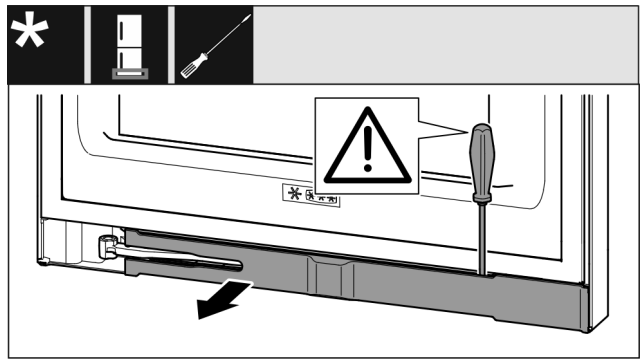

Fig. 17
- ▶ Disinnestare la maschera con un cacciavite a intaglio e ruotarla lateralmente. (vedere Fig. 17)